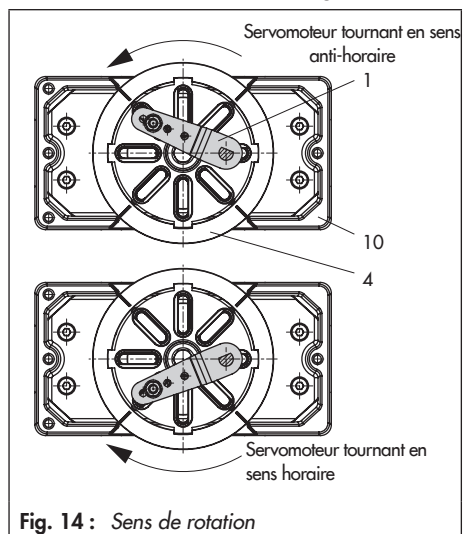

Fig. 14 : Sens de rotation
8. Visser le positionneur sur la plaque d'adaptation (12).
9. Placer le positionneur avec la plaque d'adaptation sur le corps (10) et visser fermement. Aligner le levier (1) de sorte que son palpeur pénètre dans la fente correspondante en tenant compte du sens d'action du servomoteur (Fig. 14).